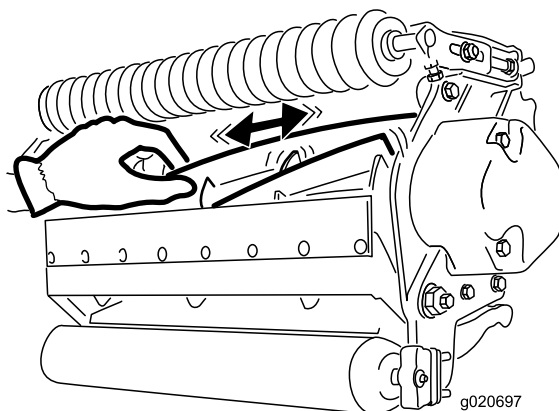

Figura 30
2. Utilizzando uno straccio o un guanto ben imbottito, bloccate la lama del cilindro e tentate di spostare il gruppo cilindro da lato a lato (**Figura 30**).